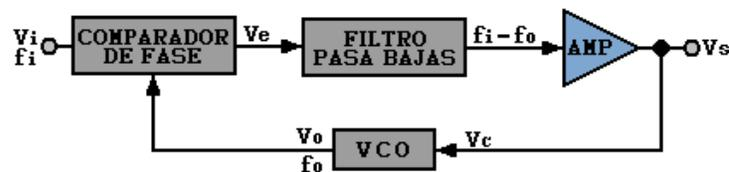

Figura 7.1
El lazo de amarre de fase, o phase locked loop (PLL), es el circuito integrado (CI) LM565, es un dispositivo muy popular en electrónica desde la década de los 60's. Se trata de un sistema en que la frecuencia y la fase son realimentados. El diagrama de bloque de la figura 7.1, muestra el principio de funcionamiento del PLL y está compuesto por: un comparador (detector) de fase, un filtro pasa bajas, un amplificador y un oscilador controlado por voltaje (VCO).
El circuito PLL es un sistema de retroalimentación negativa cuyo objetivo principal consiste en generar una señal de amplitud fija y frecuencia coincidente con la entrada, dentro de un margen determinado. El circuito PLL puede ser definido en tiempo discreto o en tiempo continuo. La figura 7.1 muestra el diagrama de bloques de un PLL. Que está compuesto por un comparador (detecto) de fase que compara la fase de salida de un VCO con la fase de una señal de entrada. El comparador de fase provee un pulso de salida proporcional a la diferencia de fase, que pasa a través de un filtro pasa bajas y el amplificador, la salida es una componente de CD que es aplicada a la entrada del VCO, que cambiará su frecuencia y disminuirá la diferencia de fase con la entrada.